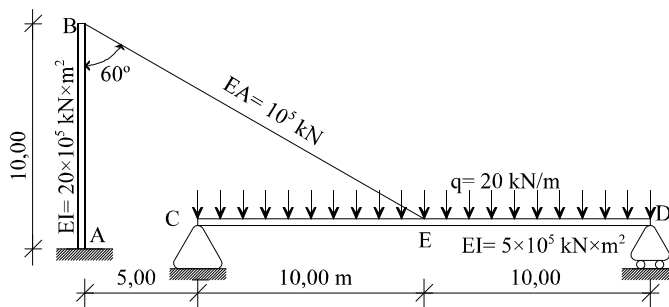

Figura 10
10) La estructura de la figura 10 consiste en una viga CD atirantada en su centro de vano E por un cable BE , el cual se sujeta en su otro extremo a un mástil vertical AB . Las rigideces EI de la viga y del mástil y la rigidez EA del cable se dan en la propia figura. La viga CD soporta la sobrecarga uniforme que también se muestra en la figura. Se pide: